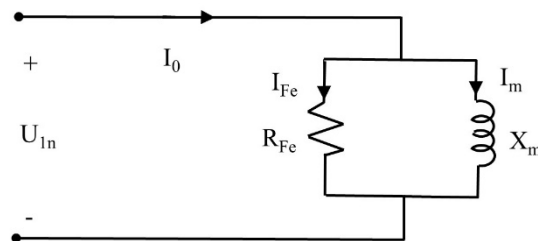

Figura 1
- a) Simular el circuito equivalente del ensayo de vacío del transformador del ejercicio anterior en el programa QUCS (circuito de la figura 1) para comprobar el valor de la intensidad de vacío  $I_0$  y determinar sus componentes de la rama en paralelo (1,5 puntos)